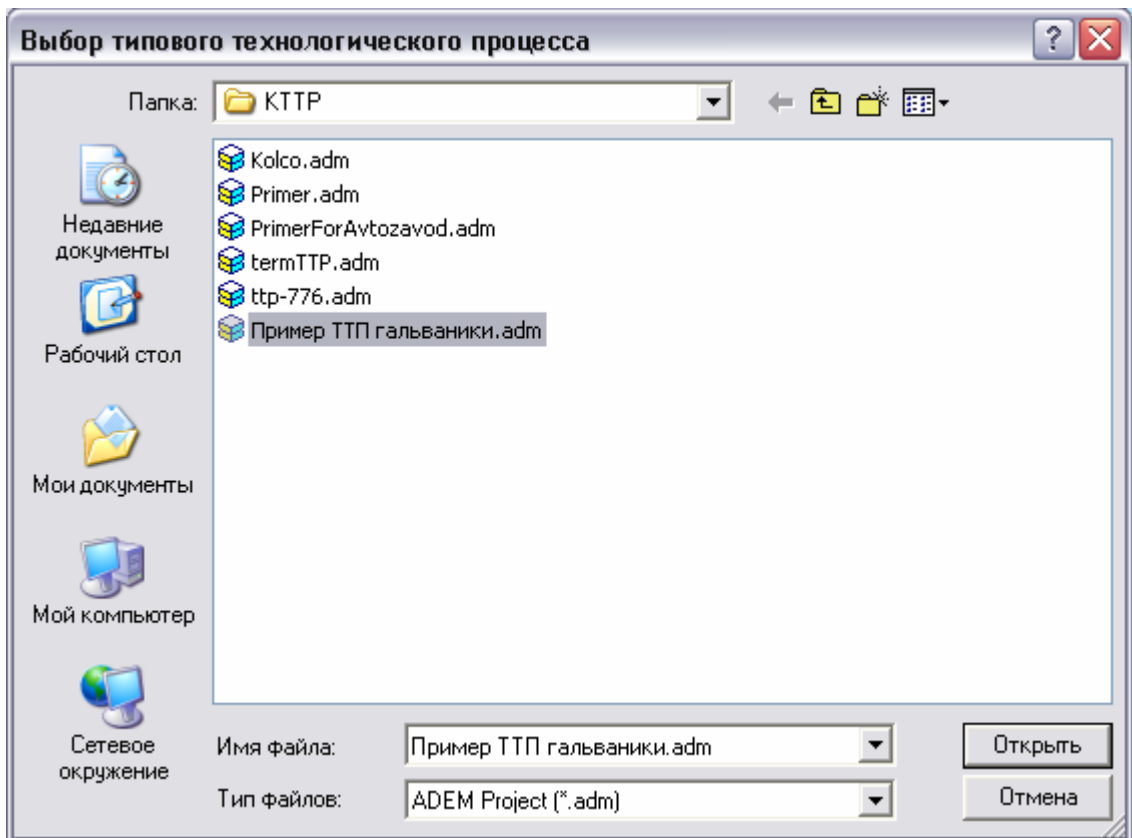
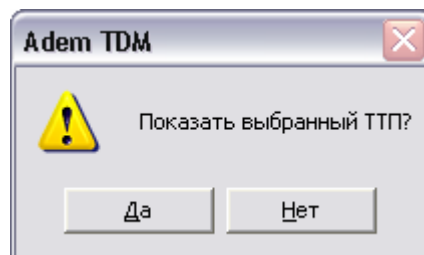
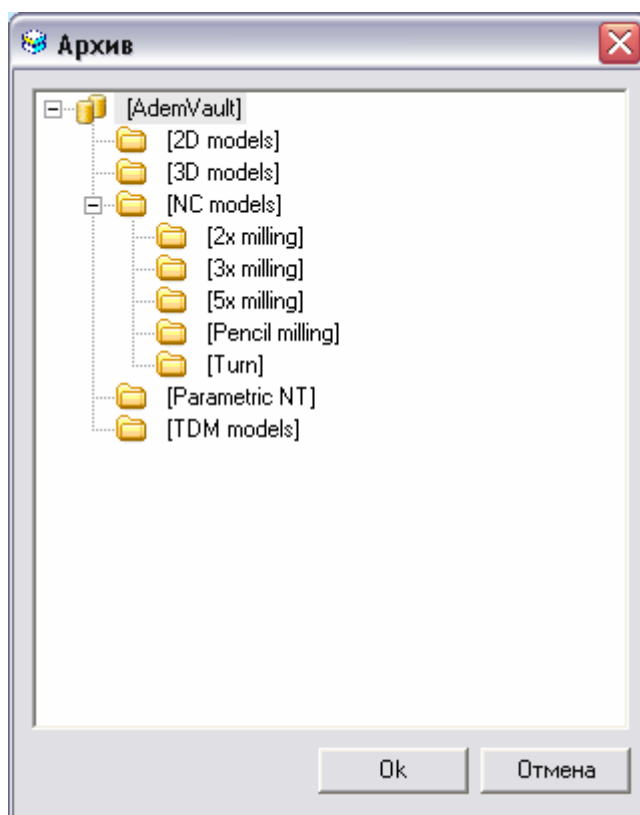
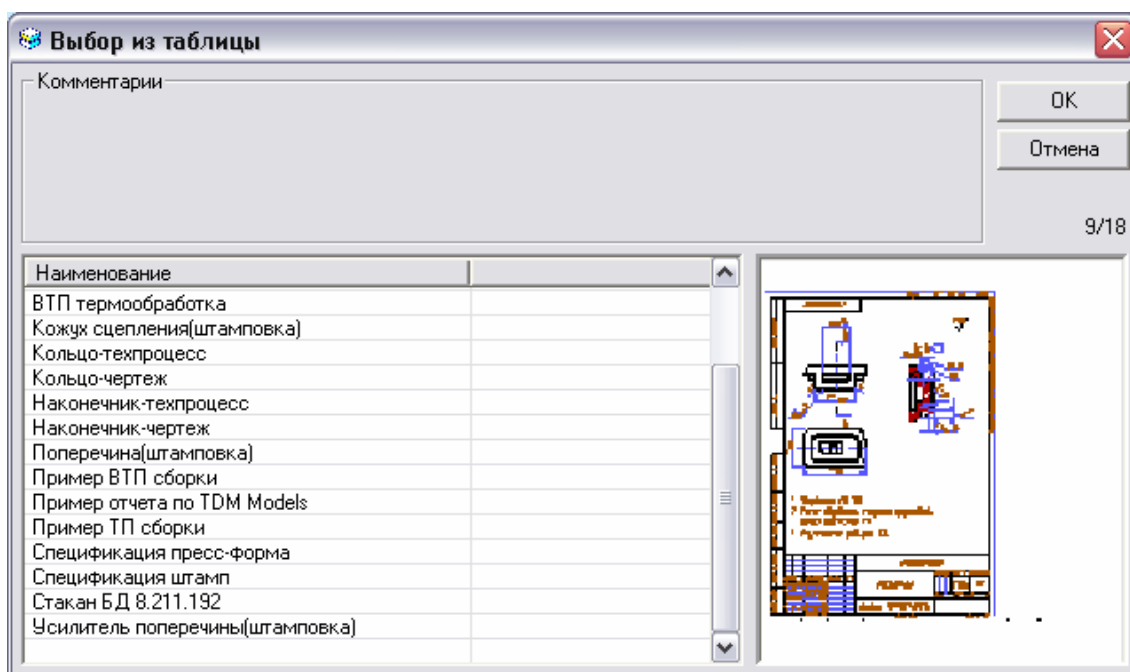

Рис. 12. Диалог «Выбор типового технологического процесса».
Рис. 13. Окно сообщения «ADEM CAPP». «Показать выбранный ТТП».
Рис. 14. Окно выбора проекта.
Рис. 15. Окно выбора файла с ТТП из выбранного проекта.
4. В диалоге «Выбор файла», выберите файл с **ТТП**, к которому будет составляться **ВД** (см. Рис. 12). На вопрос (см. Рис. 13) ответьте **Да** – загрузить выбранный **ТТП** в дерево ведомости деталей, **Нет** – не загружать выбранный **ТТП** в дерево ведомости деталей, а использовать по ссылке;
11. В окне выбора проекта выберите проект, в котором находится файл с **ТТП** (см. Рис. 14). В окне выбора файла выберите файл с **ТТП**, к которому будет составляться **ВД** (см. Рис. 15). На вопрос (см. Рис. 13) ответьте **Да** – загрузить выбранный **ТТП** в дерево ведомости деталей, **Нет** – не загружать выбранный **ТТП** в дерево ведомости деталей, а использовать по ссылке;
Кнопка  - Выбор файла с ТТП из файловой системы (см. Рис. 12). После выбора файла с ТТП на вопрос (см. Рис. 13) ответьте **Да** – загрузить выбранный ТТП в дерево ведомости деталей, **Нет** – не загружать выбранный ТТП в дерево ведомости деталей, а использовать по ссылке.
Кнопка  - Выбор файла с ТТП из выбранного проекта системы (см. Рис. 15). После выбора файла с ТТП на вопрос (см. Рис. 13) ответьте **Да** – загрузить выбранный ТТП в дерево ведомости деталей, **Нет** – не загружать выбранный ТТП в дерево ведомости деталей, а использовать по ссылке